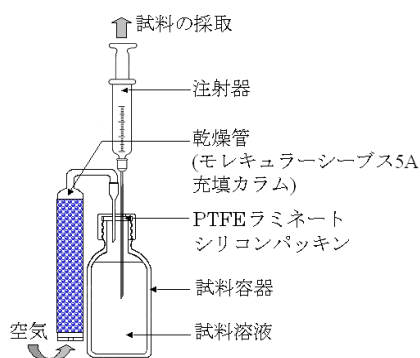

図 5・1 試料採取法の概念図
- ① 注射器は良く乾燥したものを使用してください。乾燥が不十分であると試料が吸湿し、安定した測定結果が得られない可能性があります。
- ② 微量水分の測定を行うときはバックグラウンド値が高いと測定に影響しますので、バックグラウンド値が 10 以下になってから測定を行ってください。
- ③ 試料の吸湿を防ぐため、図 5・1 に示した様なバイアル瓶を使用し試料を採取することを推奨いたします。